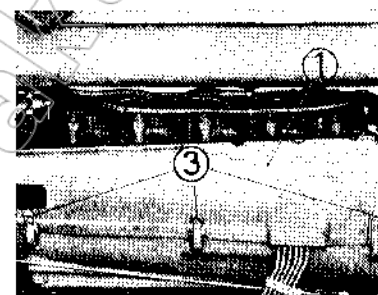

Bild 77
Das Luftführungsoberteil kann nach Lösen der 3 Klappverschlüsse ③ abgenommen werden (Bild 77).